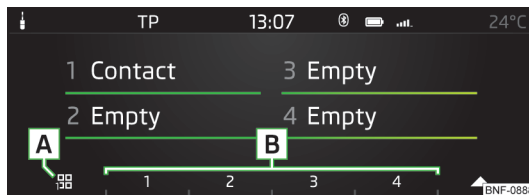

Рис. 112
- Кількаразово натисніть функціональну кнопку **A** » Рис. 112, щоб обрати потрібну групу.
- Щоб **створити з'єднання**, натисніть функціональну кнопку потрібного контакту **B** » Рис. 112.